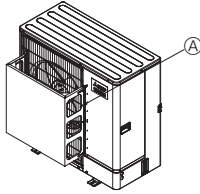

Fig. 2-3
- ② Ünite, tayfun ve başka nedenlerden oluşan güçlü rüzgarların doğrudan hava çıkışına girebileceği bir yere monte edilmişse, isteğe bağlı olarak sağlanan bir hava kılavuzu monte edin. (Fig. 2-3)